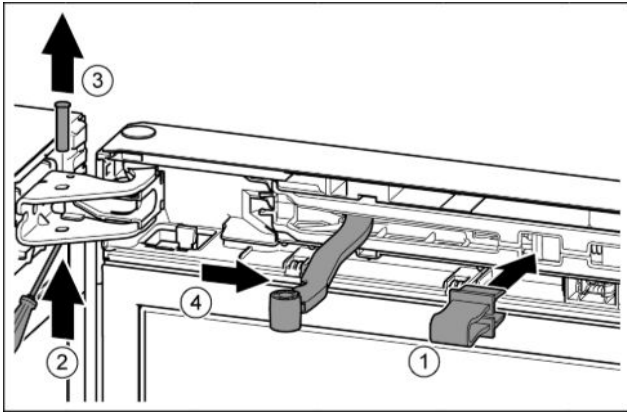

Fig. 12
- ▶ Pojistku nechte zapadnout do otvoru. Fig. 12 (1)
- ▶ Šroubovákem vysuňte čep. Fig. 12 (2)
- ▶ Čep vytáhněte nahoru. Fig. 12 (3)
- ▶ Otočte kloub směrem ke dveřím. Fig. 12 (4)